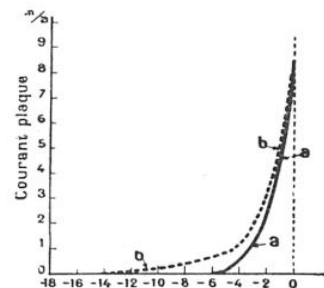

FIG. 5. — VARIATIONS DU COURANT-PLAQUE AVEC LES VARIATIONS SIMULTANÉES DES POTENTIELS DE PREMIÈRE ET DEUXIÈME GRILLE
vons l'influence de ces variations sur le courant-plaque. Comme on le voit (fig. 5), les qualités amplificatrices de la lampe diminuent avec l'augmentation de la tension négative de la première grille. Comme nous l'avons dit plus haut, c'est une lampe à pente variable (1).
actions des deux grilles vont s'additionner (fig. 5). C'est encore une courbe d'une lampe « à pente variable », donnant l'amplification maximum pour les tensions des grilles voisines de 0 et l'amplification maximum pour la polarisation de 7 volts environ. Cette variation étant un peu trop rapide pour la pratique, on n'applique ordinairement, sur la deuxième grille, que la moitié de la ten-